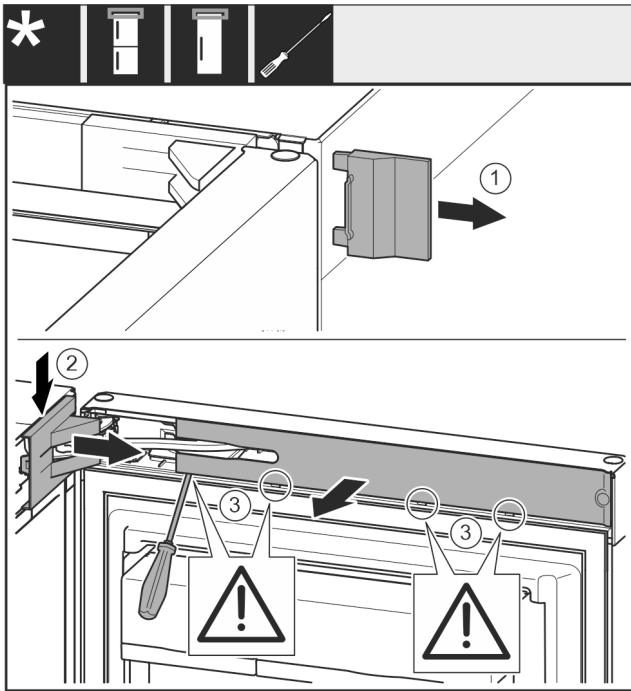

Fig. 5
- Äußere Abdeckung abnehmen. Fig. 5 (1)
- Lagerbockabdeckung ausrasten und lösen. Lagerbockabdeckung abnehmen. Fig. 5 (2)
- Blende mit Schlitzschraubendreher ausrasten und zur Seite schwenken. Fig. 5 (3)